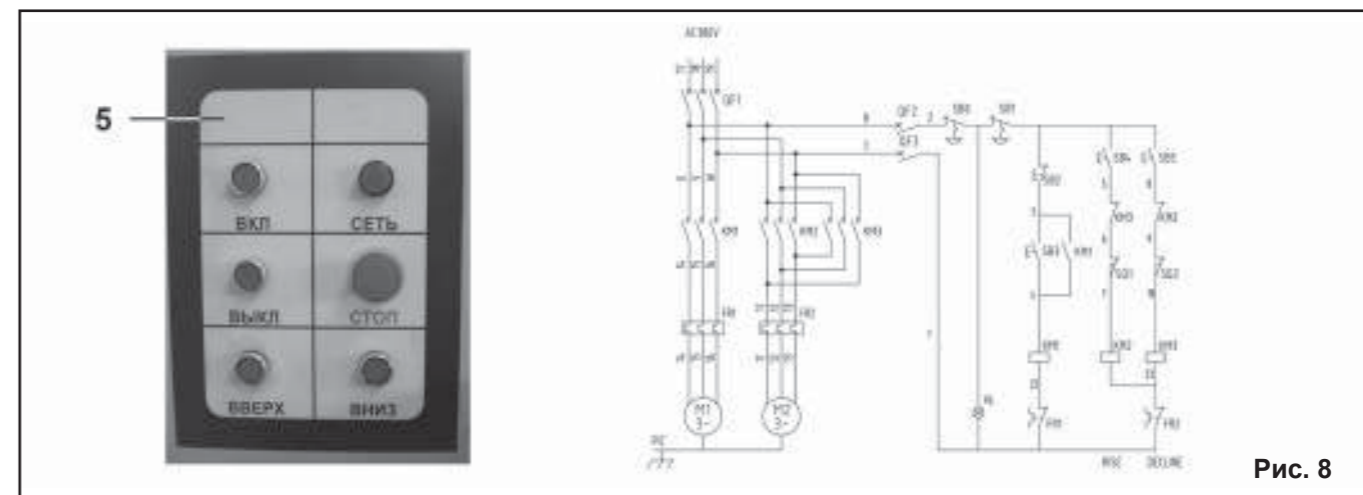

Рис. 8
8.3.1. Для включения станка (Рис. 8, таблица 3):
9. ВКЛЮЧЕНИЕ И ВЫКЛЮЧЕНИЕ СТАНКА (Рис. 8)
9.1.1. Станок оборудован электромеханическим блоком управления (5) (Рис. 8).
Для включения станка необходимо: нажать кнопку «ВКЛ» (Рис. 8).
- нажатием красной кнопки «ВЫКЛ» (Рис. 8).
- нажатием красной кнопки «СТОП» на блоке управления (5) (Рис. 8)